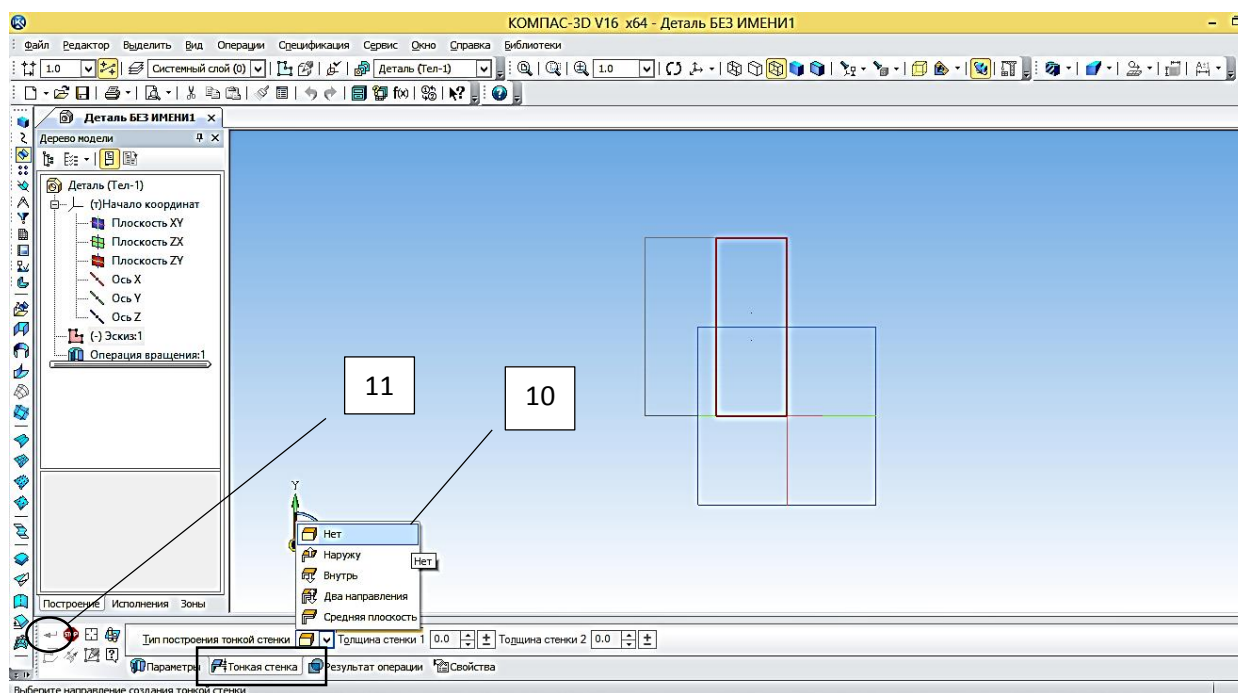

Рисунок 22 – Цилиндр в Плоскости XY
14.  создайте объект (рисунок 22);